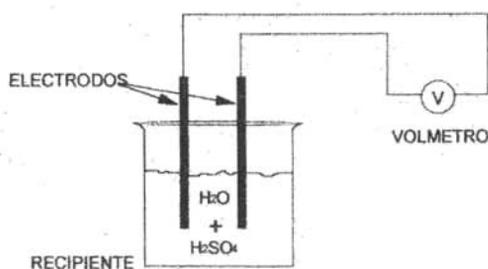

Figura 2.20
- b) Arme el circuito de la figura 2.20